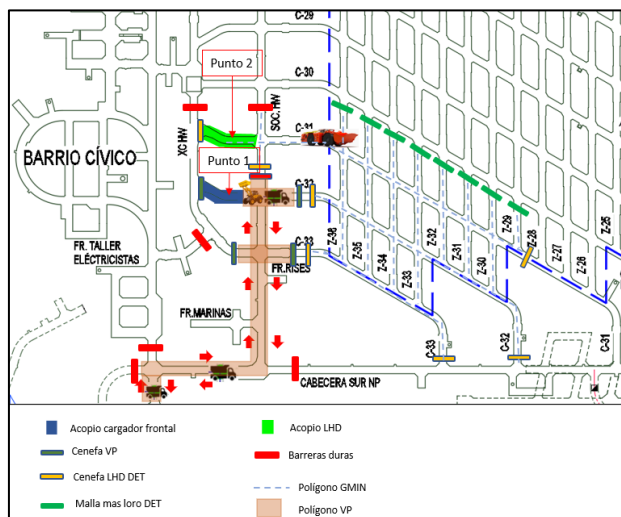

Ilustración 2: Segundo escenario Manejo de Materiales NP
- LHD operando en polígono extracción GMIN y acopiando mineral en punto 2, con posibilidad de operación para LHD en polígono GMIN (Ilustración 2).
- Mientras LHD trabaja en polígono de extracción GMIN acopiando en C-31 con Soc Hw (punto 2), Cargador Frontal podrá trabajar libremente en Frontón Calle 32 (punto 1) cargando Tolvas sin interacción con LHD (Ilustración 2).